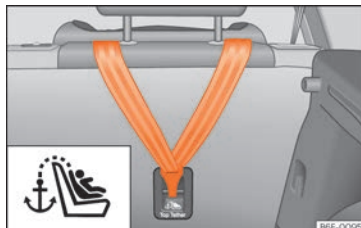

Fig. 42 Arrière de la banquette arrière : anneaux de fixation destinés à la ceinture Top Tether.
- Faites glisser la sangle et fixez-la correctement à l'aide de l'ancrage derrière le dossier »» fig. 42.